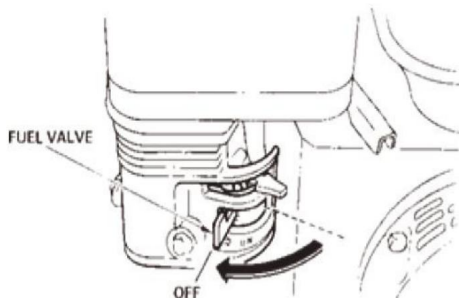

FIG. 13
10.3 Fermez le robinet d'arrêt de carburant (FIG. 13) en déplaçant le levier du robinet de carburant en position OFF.